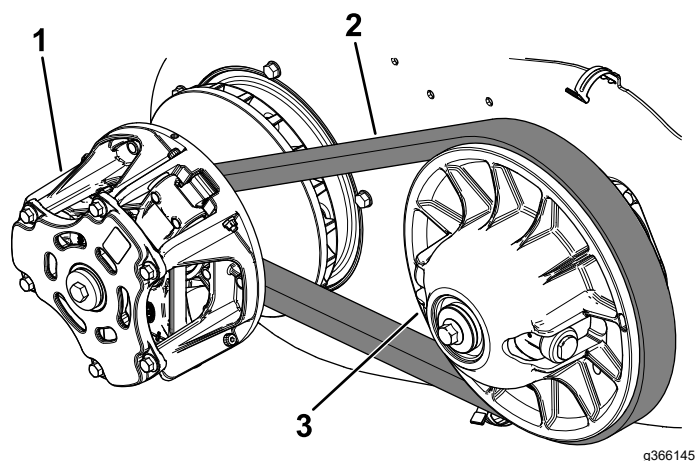

Figure 130
6. Faites tourner la courroie (Figure 130) pour vérifier qu'elle n'est pas excessivement usée ou endommagée.
7. Nettoyez soigneusement les embrayages à l'air comprimé (Figure 130).
6. Tirez sur le haut de la courroie pour écarter l'embrayage secondaire, puis faites tourner et acheminez la courroie par-dessus l'embrayage secondaire (Figure 130).
7. Enlevez la courroie de l'embrayage primaire (Figure 130).
8. Placez la courroie neuve sur l'embrayage principal (Figure 130).
9. Faites tourner la courroie et faites-la passer sur l'embrayage secondaire (Figure 130).